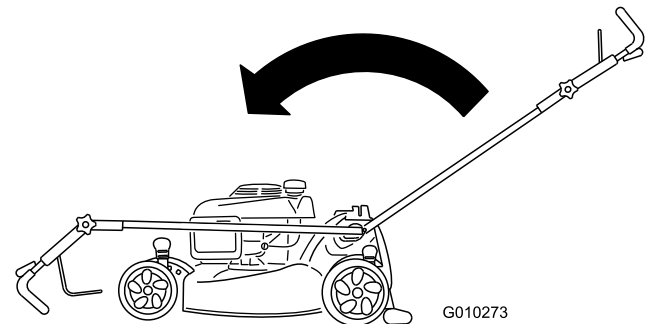

Figura 53
2. Mueva el manillar completamente hacia delante y afloje el pomo del manillar superior (Figura 53).